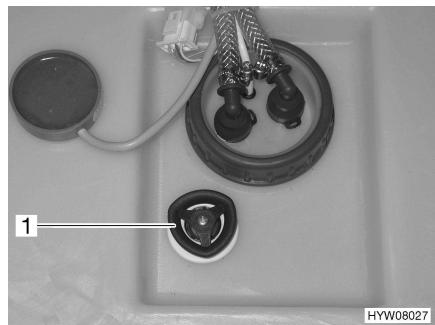

Fig. 100 Serbatoio dell'acqua con maniglia girevole
- Sul serbatoio dell'acqua ruotare la maniglia girevole (Fig. 100,1) in senso antiorario, oltre la resistenza verso l'esterno fino all'arresto, per aprire completamente l'apertura di scarico.